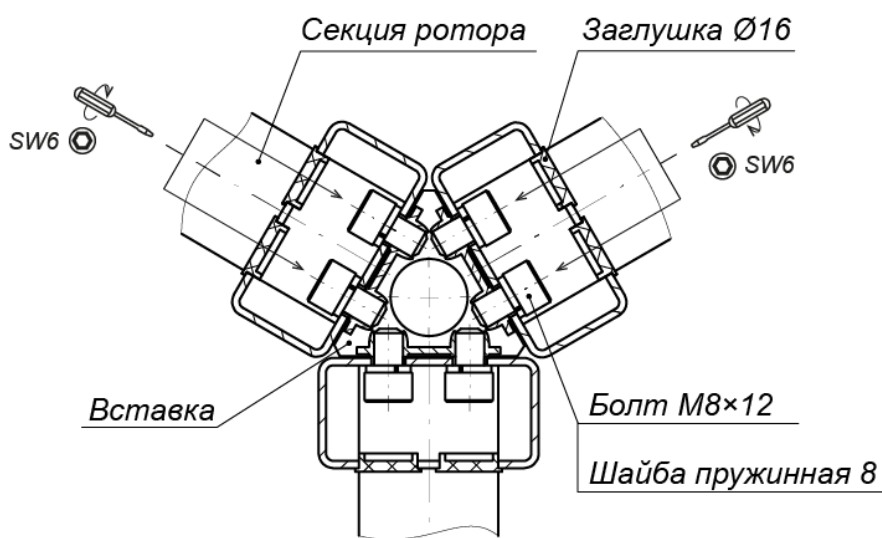

Рисунок 20. Схема соединения секций ротора (1)
- Последовательно закрепите на элементах крепления установленной секции ротора две оставшиеся секции, используя 4 болта M8×14 для верхних точек крепления и 20 болтов M8×12 (ключ SW6) для остальных точек крепления с пружинными шайбами (см. рис. 20). Для монтажа данных болтов рекомендуется использовать инструмент с возможностью фиксации в нем закручиваемого болта, к примеру, для ротора из стали – инструмент с магнитным наконечником (для ротора из нержавеющей стали применены болты также из нержавеющей стали, поэтому для этой цели нужно использовать липкую ленту, намотанную на наконечник, или подходящий пластичный материал).
- Проверьте вертикальность положения ротора с помощью уровня. При необходимости устраните отклонение от вертикальности путем смещения балки привода (8) в пределах допуска монтажных отверстий под шпильки и болты. Окончательно затяните болты и гайки крепления балки привода.